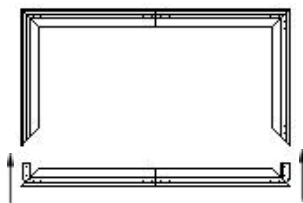

Fig. 6
6. Faites glisser la barre de cadre horizontale inférieure (A) dans les barres verticales (Figure 6). (B) (fig. 6).